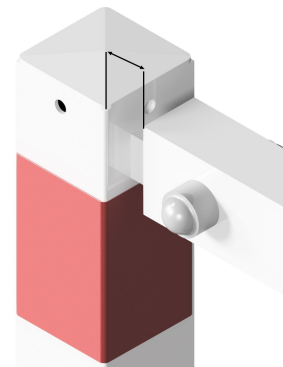

Abb. 2
- 3. Die Querrohre auf die Aufnahmen der Standpfosten schieben und mit Schrauben fixieren siehe Abb. 2**
put the Crossing tube on the Admission and fixate with screws see Abb. 2